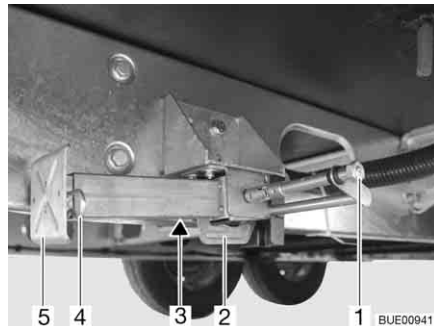

Bild 23 Stödben
- Placera hylsnyckeln på sexkanten (Bild 23,1) och vrid runt den tills stödbenet står rakt neråt.
- När längden på stödbenet kan justeras, dras sprinten (Bild 23,4) ut ur stödbenets förlängning (Bild 23,5).
- Placera hylsnyckeln på sexkanten (Bild 23,1) och vrid runt den tills stödbenet inte längre sitter mot marken.
- Skjut in stödbensförlängningen (Bild 23,5) helt och sätt in sprinten (Bild 23,4) i borrhålet på stödbensförlängningen.
- Vrid sexkanten (Bild 23,1) tills stödbenet svängs uppåt och spåret (Bild 23,2) är helt vid slutet av skåran (Bild 23,3).